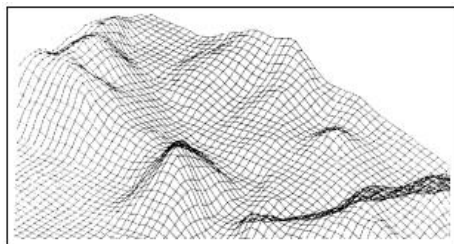

Рис. 3.2. Пример поверхности из четырехугольных ячеек
6. Ввести в командной строке через запятую три координаты для задания вершин сети. После задания последней вершины построение сети завершается (рис. 3.2).